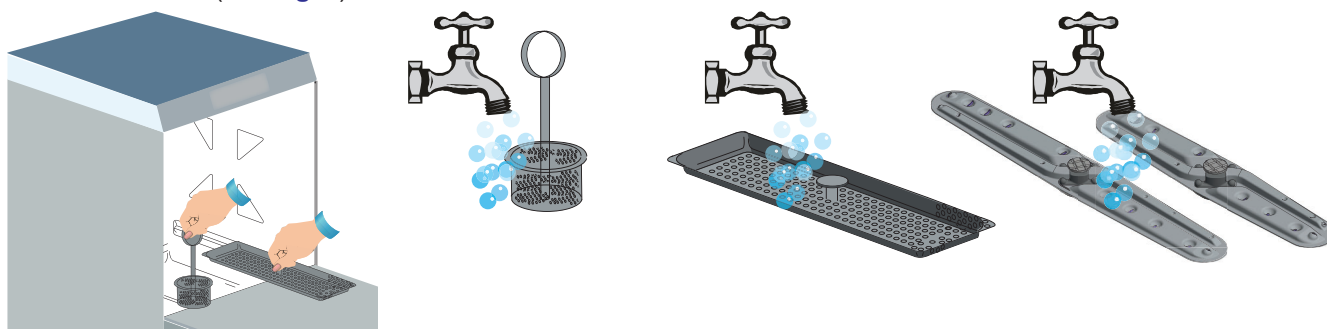

Fig. 9
- Retirer le filtre de la pompe et le nettoyer avec une brosse sous l'eau courante (voir **Fig. 9**).
- Retirer les couronnes en agissant sur les vis de fixation, nettoyer soigneusement les gicleurs, les bras de lavage et les rincer sous l'eau courante (voir **Fig. 9**).